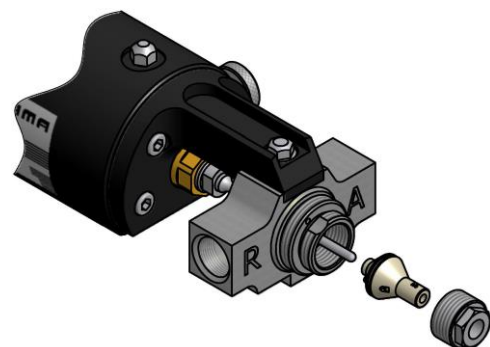

Figura. 12
12. Extraiga el módulo de mezcla de su alojamiento y límpielo con disolvente limpia pistolas. Si los orificios de paso de producto estuvieran obturados, límpielos con las brocas que se suministran junto con el módulo (ver **Figura. 12**).
9. Desenrosque la tuerca de apriete del módulo girándola en sentido antihorario (ver **Figura. 12** pag.14).
10. Extraiga el módulo de mezcla de su alojamiento y límpielo con disolvente limpia pistolas (ver **Figura. 12** pag.14).